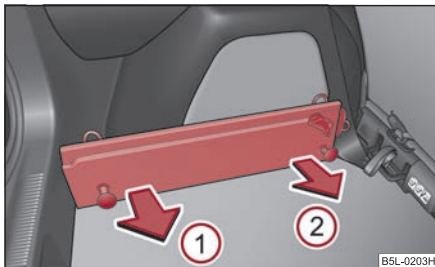

Fig. 108 Portbagajul: Scoaterea șinelor
- Apucați șina (A) în poziția (1) ⇒ fig. 108 și eliberați-o trăgând în sensul indicat de săgeată.
- Apucați șina (A) în poziția (2), eliberați-o trăgând în sensul indicat de săgeată și scoateți-o.